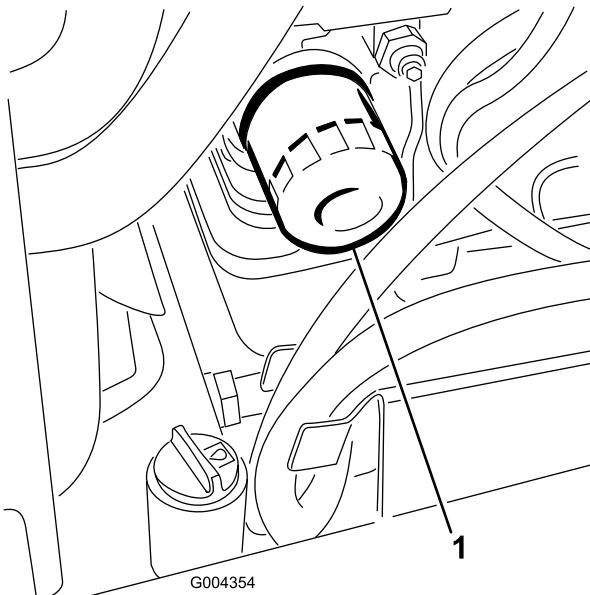

Рисунок 45
- Извлеките масляный фильтр (Рисунок 45).